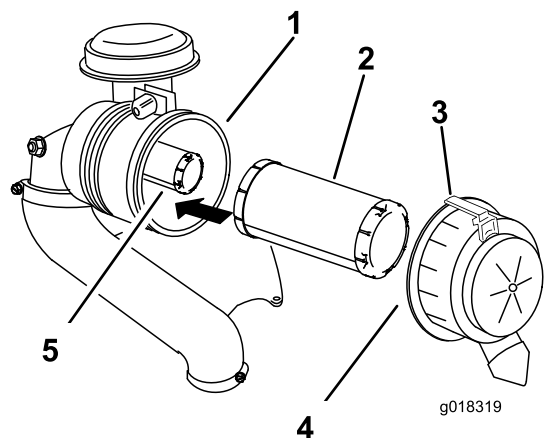

图44
2. 向外拉出门锁逆时针旋转空气滤清器盖 (图44)。
3. 从空气滤清器外壳上取下空气滤清器盖图44。
5. 将初级滤芯轻轻从空气滤清器外壳中滑出 图44。
2. 小心地将安全滤清器滑入滤清器壳体 图44。
3. 小心地将初级滤芯滑到安全滤清器上方 图44。
5. 安装空气滤清器盖标有“UP”的一侧朝上用门锁固定 图44。